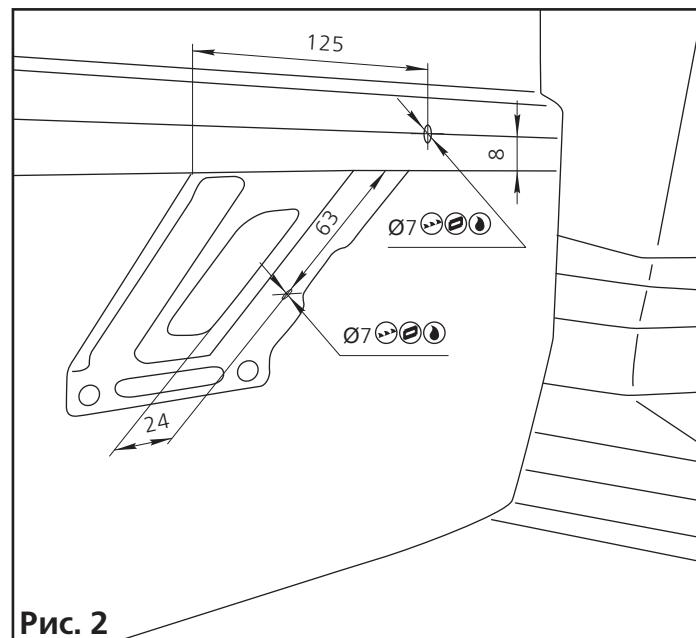

Рис. 2
3.5.20 Просверлите два отверстия отмеченные маркером сверлом Ø7 мм. Удалите с кромок заусенцы, притупите острые кромки и обработайте кромку антакоррозийной жидкостью, не содержащей кислоты (рис. 2).